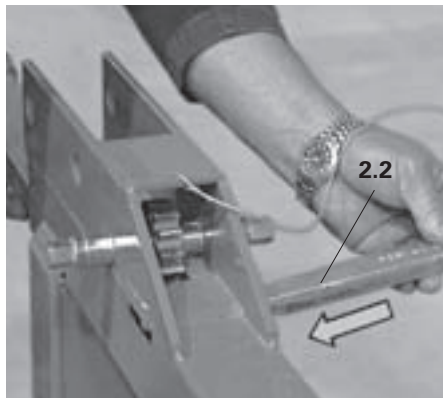

Fig. A1.17
3. Travar com a cunha (2.2). (Fig. A1.17)